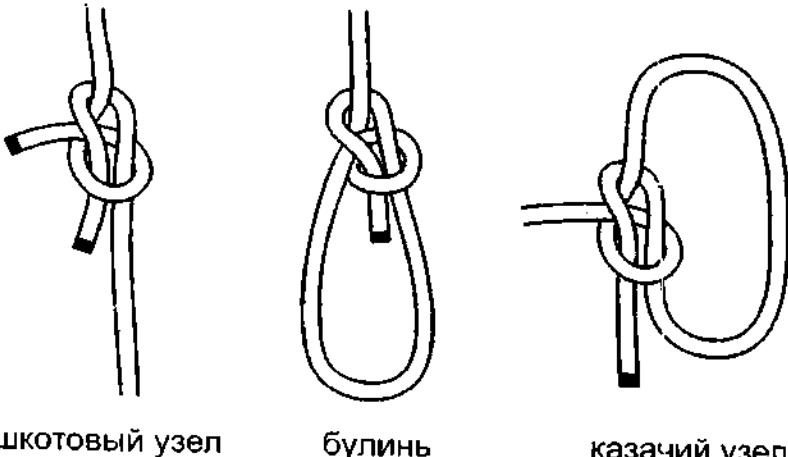

Рис. 870. Для завязывания незатягивающейся петли и связывания двух концов верёвок, вяжется один и тот же узел.
**Шкотовый узел** родной брат **булиню** и **казачьему узлу** (рис. 870). Как и **беседочный узел**, **шкотовый узел** состоит из минимума переплетений, всего из двух элементов узла – калышки и обноса (открытой петли). Но калышка в соединении со вторым концом уже становится не просто элементом узла, а целым узлом – **самозатягивающимся полуштыком**, для которого второй конец (петля) служит опорой.